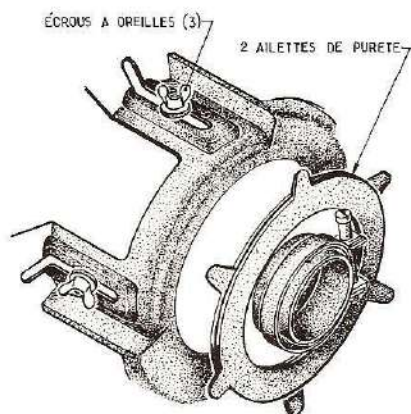

Fig. 19
- Desserrer les 3 écrous à oreilles du déflecteur et tirer celui-ci au maximum vers l'arrière (Fig. 19).